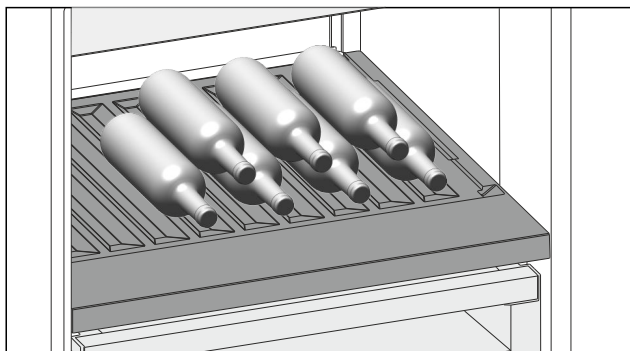

Fig. 213 Ilustrační zobrazení
- Láhve ukládejte dnem dozadu k zadní stěně. (viz Fig. 213)